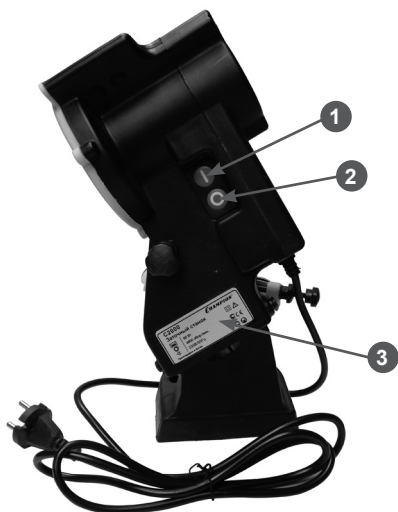

Рис. 2 Основные узлы и органы управления (вид сзади)
2. Нажмите кнопку включения на электромагнитном выключателе (Рис. 2 п. 1), электродвигатель включится и за-